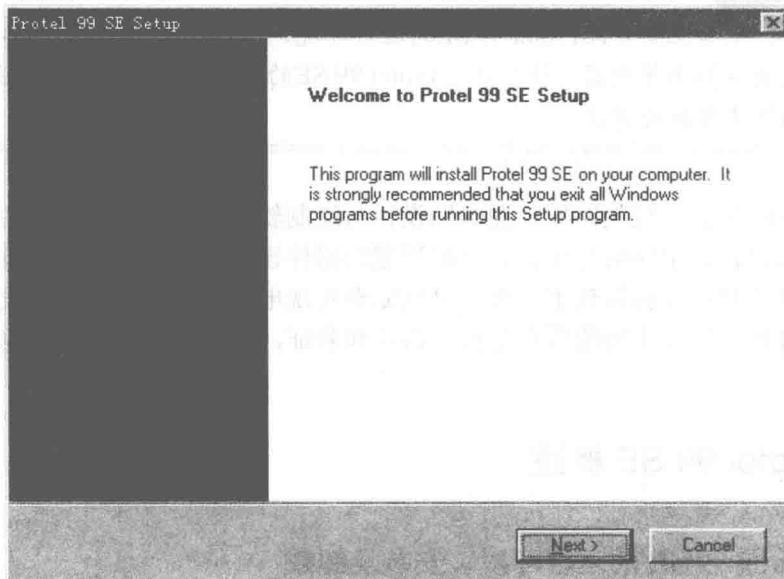

图 1.1 第一个 Protel 99 SE Setup 对话框
- (1) 运行安装光盘中 Protel 99 SE 子目录下的 Setup.exe 文件，将显示第一个 Protel 99 SE Setup 对话框，如图 1.1 所示。